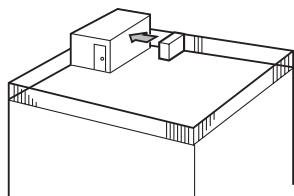

Fig. 2-3
- ① Direcção a saída de ar para a parede mais próxima a uma distância de cerca de 50 cm. (Fig. 2-3)